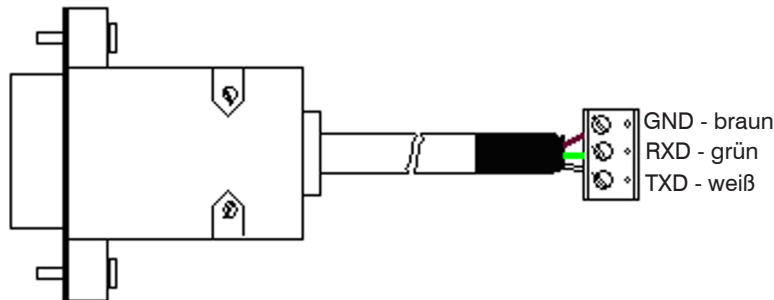

Abb. 18 Anschlussbelegung RS232
• Bitte beachten Sie die richtige Anschlussbelegung entsprechend der Zeichnung und der Bezeichnung auf der Platine, siehe Abb. 18.